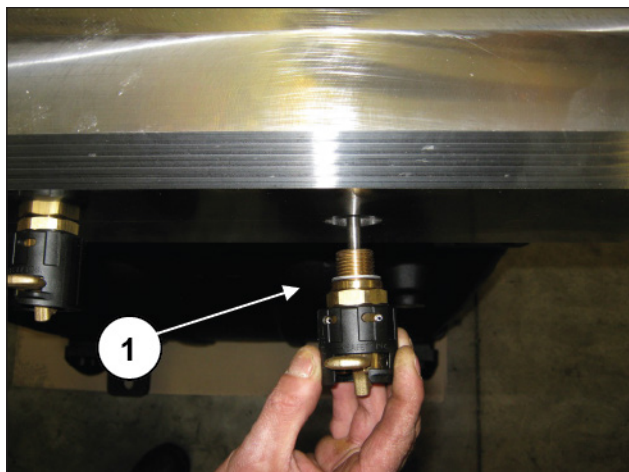
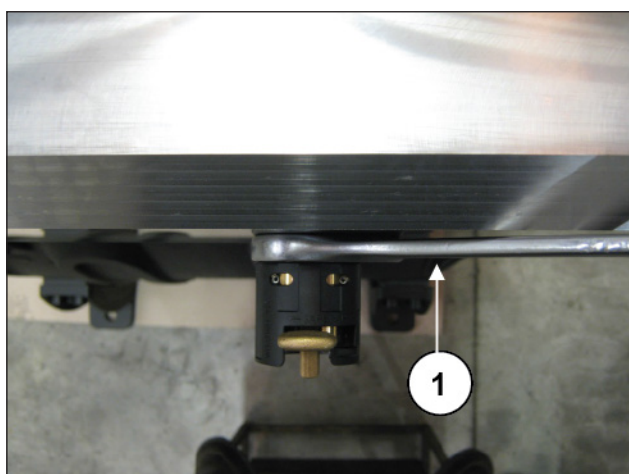

图 198
图 199
安装阀门打开装置（①，图 198）并通过30毫米扳手拧紧①，图 199）。